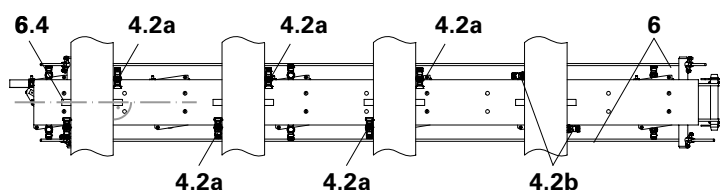

Fig. B1.01.2
- Tværgående på rideplanken (4.2b) (Fig. B1.01.2)